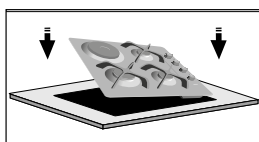

Figura 17.
- Retire la superficie recortada y proceda a colocar la cubierta sobre la mesa de instalación. Tenga en cuenta que el tablero de controles debe quedar sobre el lado derecho (Ver figura 17).